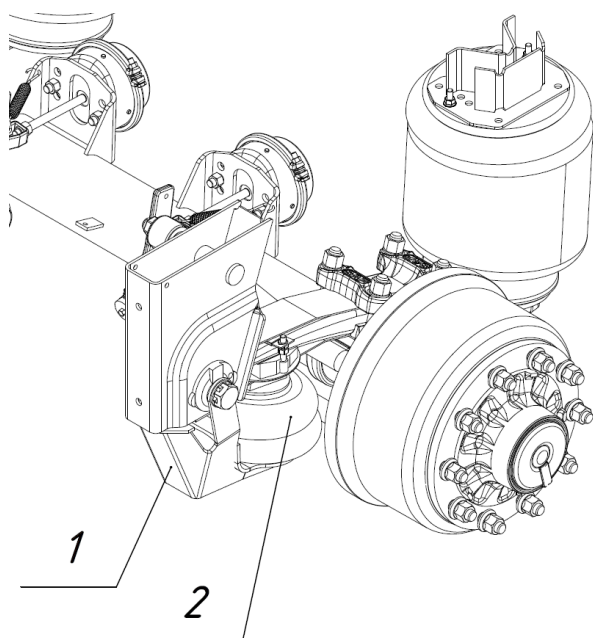

Рис. 1.7 - Механизм подъёма оси
Полуприцепы с пневматической подвеской оснащаются функцией подъёма первой оси (для типа 914296), или первой и четвёртой осей (для типа 914295), или первой и второй осей (для типов 914295) с помощью двустороннего механизма подъёма (рис. 1.7), состоящего из кронштейна (1), пневмоподушки (2) и крепёжных элементов.